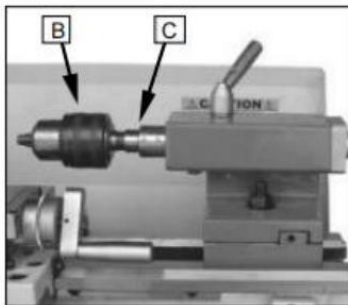

Fig. 28
använd borrhucken för att hålla centreringsborrar och vridborrar i slutlager- (B) (Bild 28)
En berså är nödvändig för montering av borrhucken i de svansstock. Det har a Inga. 1 Morse avsmalnande. (c) Fig. 28